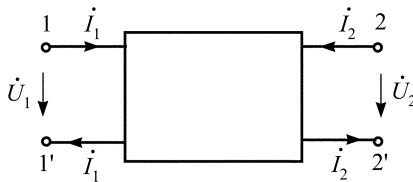

Рис. 5.1
Четырехполосником называют электрическую цепь любой сложности, имеющую две пары внешних зажимов. Подобные ЭЦ предназначены для передачи электрических сигналов от генератора к нагрузке и включены таким образом, что через входные и выходные зажимы проходят попарно равные токи, положительные направления которых показаны на рис. 5.1.
- выберите в табл. 5.1.2 для каждой цифры кода схему простейшего четырехполюсника и постройте заданный четырехполюсник путем каскадного соединения двух или трех простейших, учитывая, что порядок их соединения определяется порядком цифр в коде; покажите направления комплексных токов и напряжений на внешних зажимах четырехполюсника (рис. 5.1).